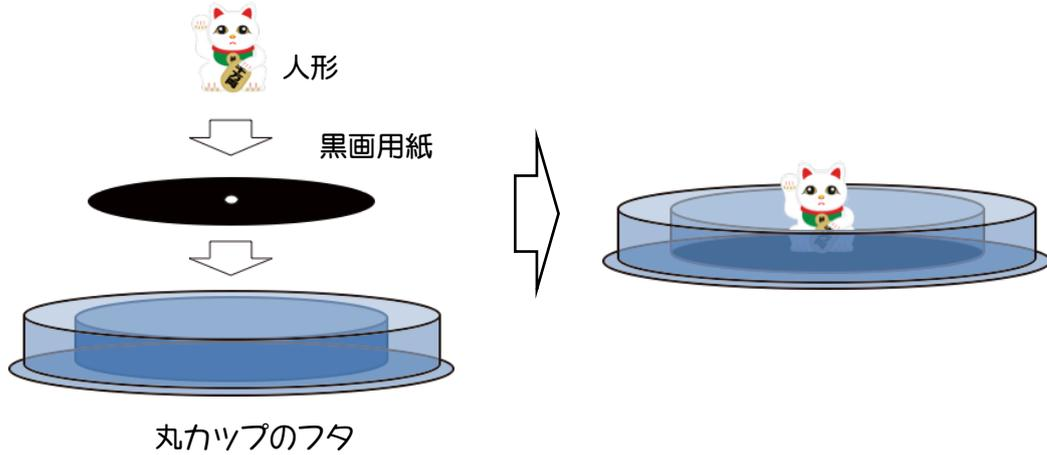

図11 ファントムシリンダー土台の組み立て
1) 黒画用紙を円形（直径68 mm）に切り取り、丸カップのフタの外がわに切り取った黒画用紙を両面テープではり付けます（図11）。
2) 弁当ピックスの人形部分とつまようじの部分のカッターで切りはなします（カッターで半分ぐらいまで切れ目を入れたあと、手で折るとやりやすい）。切り取った人形を黒画用紙の中心に両面テープではり付けます（図11）。